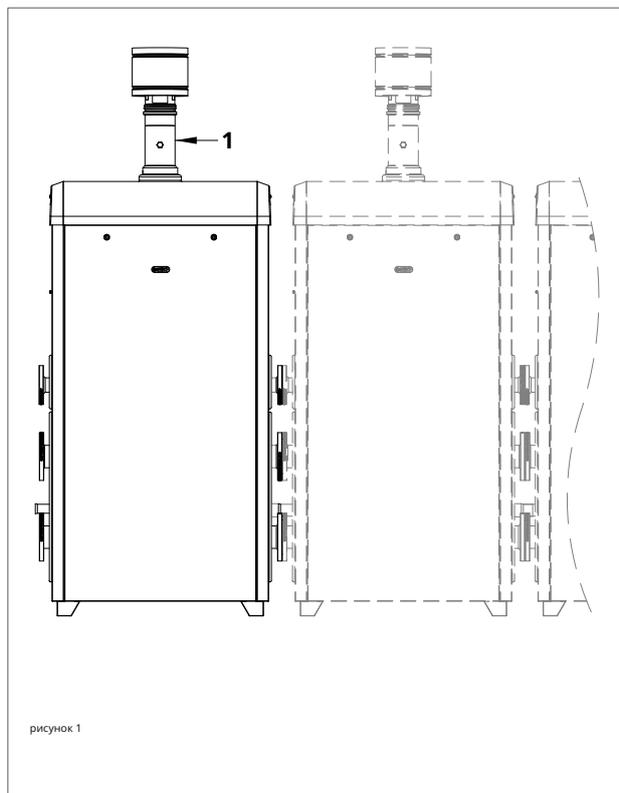
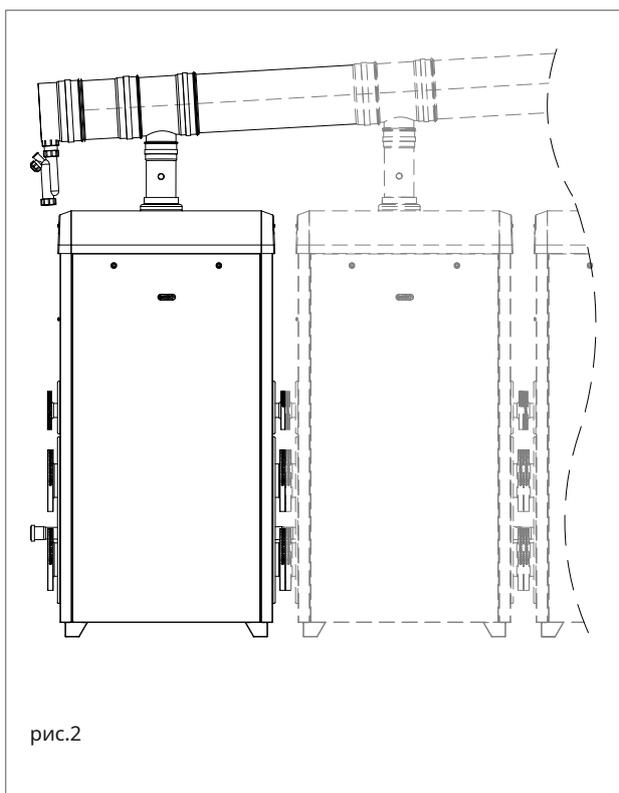

рисунок 1
рис.2
Соберите коробку нейтрализации конденсата в комплекте с гранулами и активированным углем на очищаемую мощность до 350 кВт (см. рис.2). Устройство позволяет нейтрализовать конденсат, который собирается в теплогенераторах и/или в системах дымоотвода из нержавеющей стали, пластика, стекла или керамики.
Для подключения линии Modbus к блоку управления последовательно выполните электрические подключения следующим образом (см. рис. 1):
- › Вставьте зонд анализатора дыма в соответствующее дымовое гнездо «PF» (рис. 1), затем проверьте, соответствует ли значение CO значению, указанному в главе «Технические данные», в противном случае отвинтите защитный винт «А» (рис. 2) и отрегулируйте с помощью шестигранного ключа на 4 мм винт «2» (рис. 2) регулятора смещения. Для увеличения значения CO необходимо вращать винт по часовой стрелке и наоборот, если вы хотите его уменьшить. После завершения регулировки верните защитный винт «А» (рис. 2) на регулятор смещения.
- › Убедитесь, что значение CO соответствует как указано в главе «Технические данные», в противном случае отрегулируйте винт «1» (рис. 2) регулятора расхода газа. Чтобы увеличить значение CO, необходимо повернуть винт против часовой стрелки, и наоборот, если вы хотите его уменьшить.
- › При каждом изменении регулировки винта «1» (рис. 2) регулятора расхода газа необходимо дождаться стабилизации котла на заданном значении (около 30 секунд).